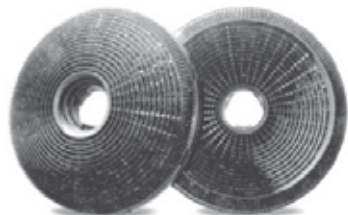

Рис. 3
2. Планка для крепления внутренней части кожуха вытяжки к стене (Рис. 3)
3. Антивозвратный клапан. (Рис. 3а)
Рис. 3а